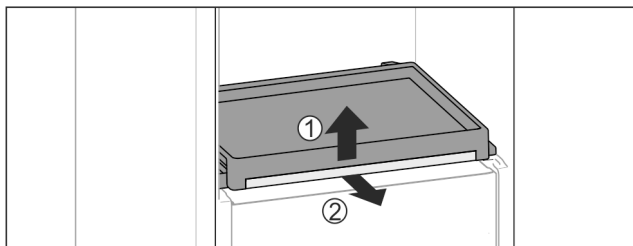

Fig. 77
- ▶ Выньте выдвижную панель со стеклянной панелью: Слегка приподнимите спереди стеклянную полку Fig. 77 (1) и потяните вперед Fig. 77 (2).